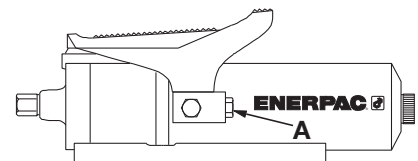

Figura 3
1. Vea la Figura 3. Quite el tapón de tubería del conector giratorio hidráulico tipo hembra con roscas de 3/8" NPTF (A) e instale el extremo macho de un adaptador hidráulico con roscas de 3/8" NPTF. El adaptador puede ser un adaptador para manómetro, manguera o acoplador de alto caudal.